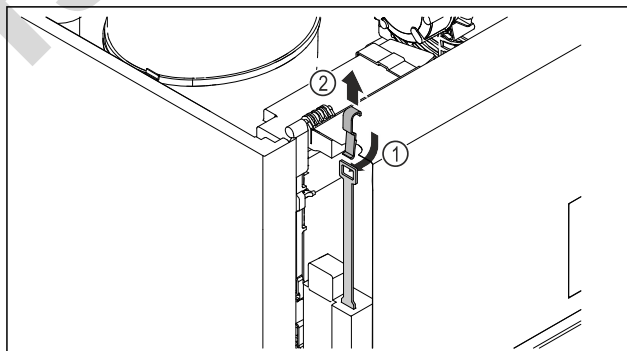

Fig. 209
- Insérer la clé de déverrouillage d'urgence depuis le haut Fig. 209 (1), l'accrocher au verrou et la tirer vers le haut Fig. 209 (2).